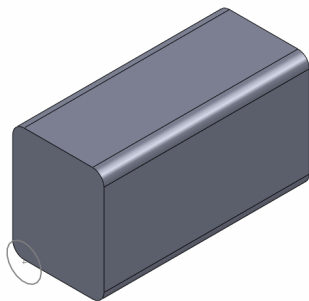

图 16-21 创建圆角特征
(6) 单击【圆角】按钮，弹出【圆角】属性管理器，设置【半径】为 0.5，依次选取模型中的拉伸特征的 4 条侧边线，单击【确定】按钮，创建圆角特征，如图 16-21 所示。